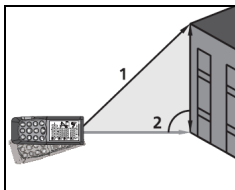

Fig. 9: Esecuzione misura Indiretta a 2 punti
3. Posizionare lo strumento nel punto più alto (1) della misura (vedere Fig. 9) e premere il tasto  o il tasto laterale **MEAS** per eseguire la misura. Il risultato è mostrato nel primo display parziale. Il simbolo  è mostrato a display con lato "2" lampeggiante
4. Posizionare lo strumento nel modo più orizzontale possibile (2) della misura (vedere Fig. 9) e premere il tasto  o il tasto laterale **MEAS** per eseguire la misura. Il risultato è mostrato nel secondo display parziale
5. Il valore finale del risultato (ottenuto come $\sqrt{(1)^2 - (2)^2}$) è mostrato nel display risultante